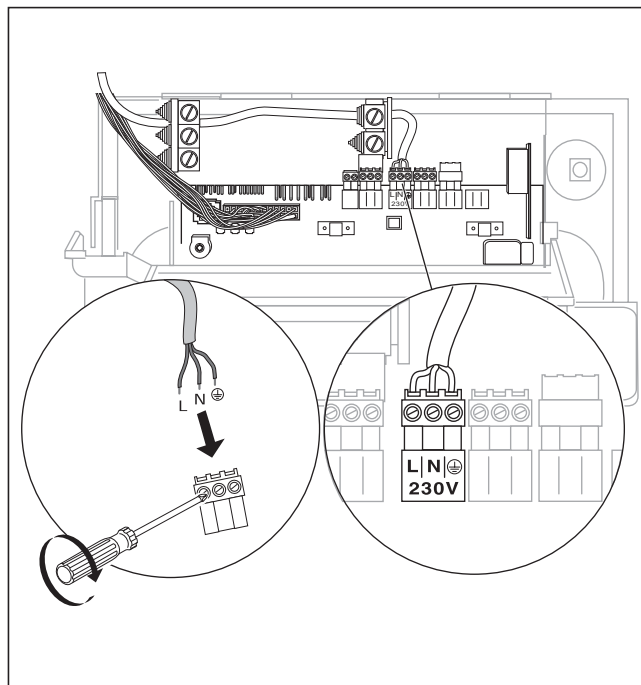

Рис. 4.5 Присоединение провода подключения к сети
Газовые котлы фирмы "Vaillant" оснащены соединительными штекерами системы Pro E для облегчения электромонтажа, и в них выполнен электромонтаж в готовом к подключению виде. Провод подключения к сети и все прочие соединительные кабели (например, отопительного насоса и т.д.) могут быть присоединены к зажимам предусмотренных для этой цели штекеров системы Pro E (смотри рис. 4.5).
- Проложите сетевой провод к котловым штекерам системы Pro E в котле. Присоедините сетевой провод к клеммам штекера подключения сети системы Pro E (смотри рис. 4.5 и 4.6).